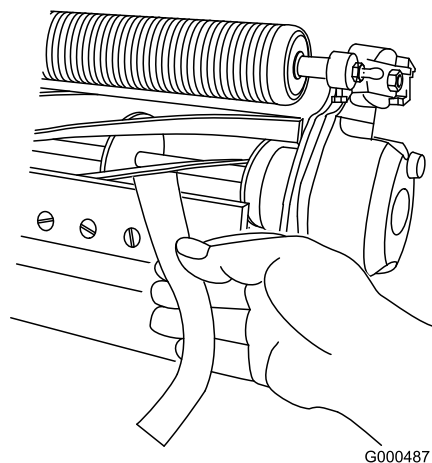

図 12
- B. 刃合わせチェックペーパーを、リールとベッドナイフとの間にに入れてベッドナイフに対して直角にセットし (図 12)、リールをゆっくりと前転させる紙が切れれば適切。切れなければステップ A と B を繰り返す。
11. 刃合わせチェックペーパー Toro P/N を、リールとベッドナイフとの間に入れてベッドナイフに対して直角にセットし (図 12)、リールを **ゆっくり** と前転させる紙が切れれば適切。左右のベッドバー調整ボルトをそれぞれ1クリックだけ締め、もういちど紙を切るテストを行う。紙が切れるまでこれを繰り返す。